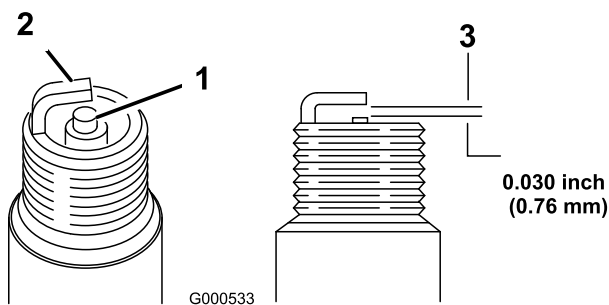

Figure 24
5. Réglez l'écartement des électrodes à 0,76 mm (Figure 24).